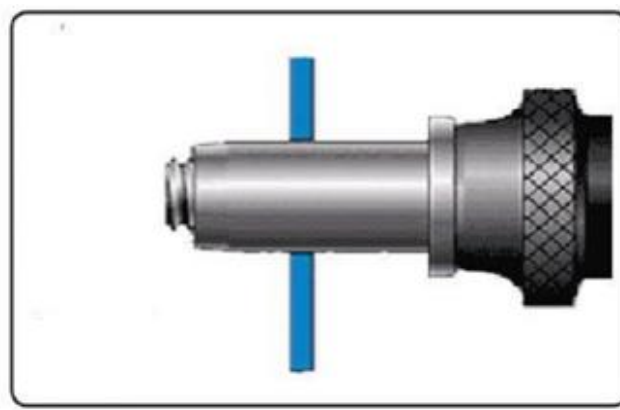

Fig. 2
2. Tenez l'adaptateur de rivet (Fig. 2) d'une main, réglez le sens de rotation de la tête du mandrin de perçage vers la droite et, à la suite de l'opération de perçage, les mâchoires se déplaceront vers le foret. Si les mâchoires ne bougent pas lorsque la perceuse est en fonctionnement, elles doivent être poussées avec un outil approprié. Si les mâchoires sont déplacées trop vers l'avant, il ne sera pas possible de visser la pointe du rivet dans l'adaptateur. Les extrémités du rivet ont des longueurs différentes en fonction du diamètre du trou d'insertion de la goupille du rivet.